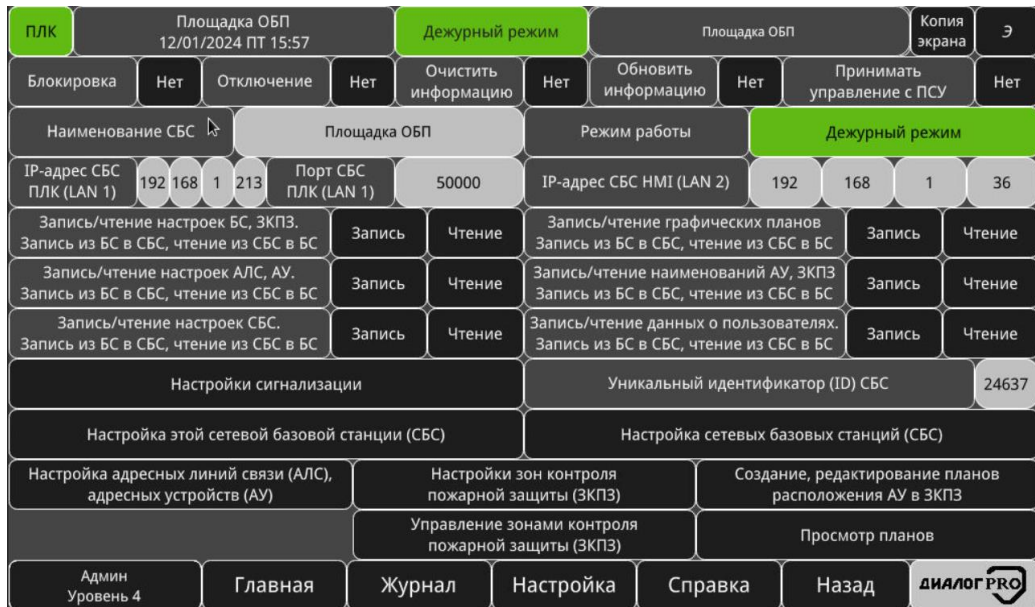

Рисунок 3.57 – Окно СБС «Площадка ОБП»
– «Наименование СБС» – кнопка-индикатор, содержащая наименование СБС и отображающая цветом текущий режим работы СБС. Нажатие на данную кнопку позволяет осуществить переход в окно СБС (рисунок 3.57);
– «Режим работы СБС» – кнопка-индикатор, отображающая текстом и цветом текущий режим работы СБС. Нажатие данную кнопку позволяет осуществить переход в окно СБС (рисунок 3.57).